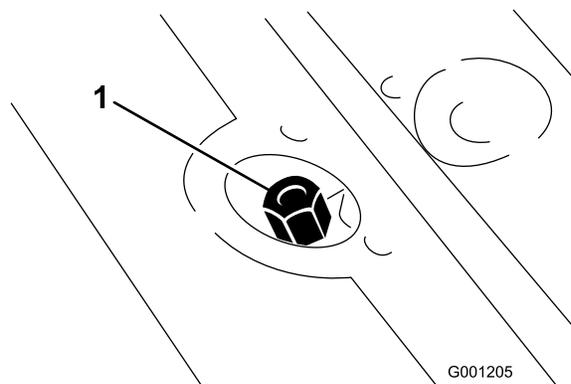

Figura 25
7. Retire la varilla (Figura 25) del cuello de llenado y límpiela con un paño limpio.